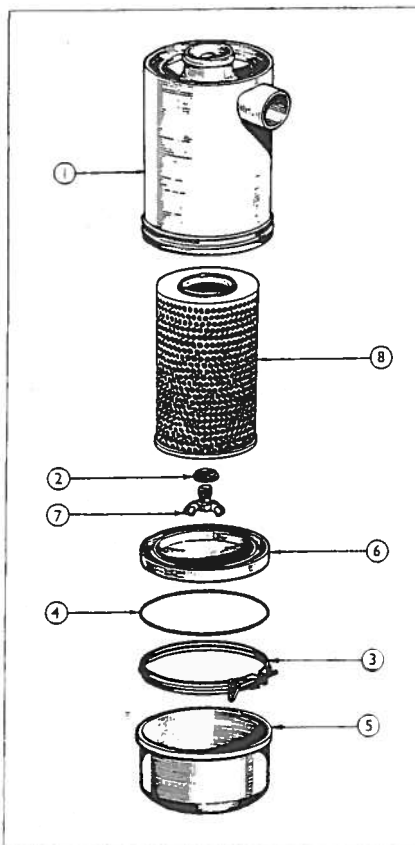

Fig. 13
1. Slakk av på klemmeskruen (fig. 13) og ta av klemmen og støvkoppen.
NB: Støvnivået i koppen må aldri bli for tykt - se fig. 13. Tøm støvkoppen oftere hvis påkrevd.
1. Slakk på klemmeskruen og ta ut klemmen og støvkoppen (fig. 13).